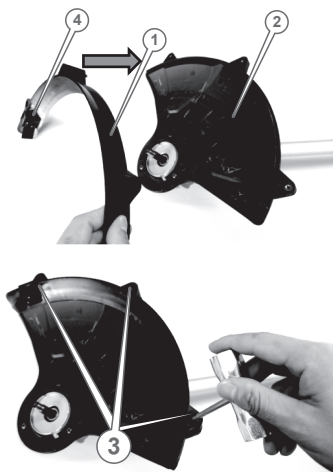

Рисунок 10. Встановлення додаткового захисного кожуха для використання різальної головки з жилкою.
2. Для роботи головкою з жилкою встановити на захисний кожух додатковий кожух з ножем для жилки (рис. 8, 10) та закріпити болтами (рис. 10).